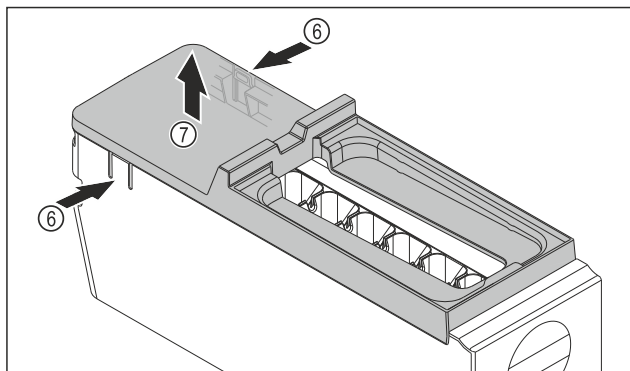

Fig. 88
- ▶ Izvadite poklopac tijela sustava EasyTwist-Ice: Pritisnite jezičke Fig. 88 (6) na obje strane tijela sustava EasyTwist-Ice jednom rukom.
- ▶ Poklopac Fig. 88 (7) drugom rukom izvucite prema gore.